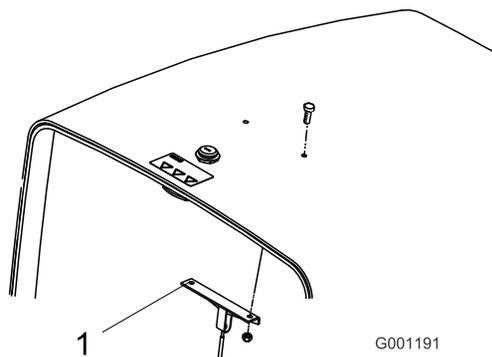

図 4
1. フードケーブルブラケットをフードの裏側に固定しているネジ 2 本とナットを外して捨てる (図 4)。